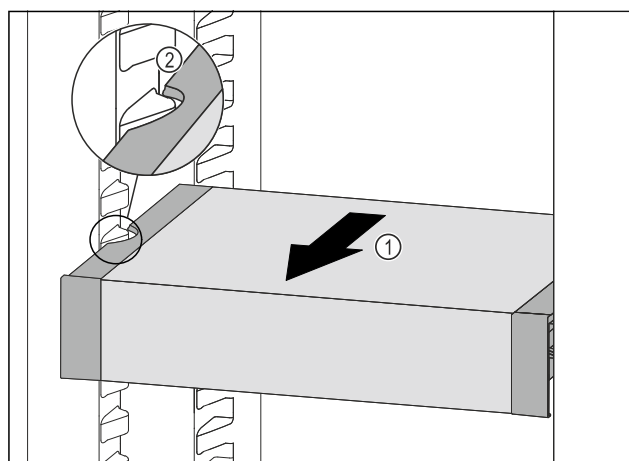

Fig. 110
- 向前拉动 VarioSafe Fig. 110 (1)，直至 VarioSafe 的侧部凹槽与冷藏区中的容器肋梁持平。Fig. 110 (2)